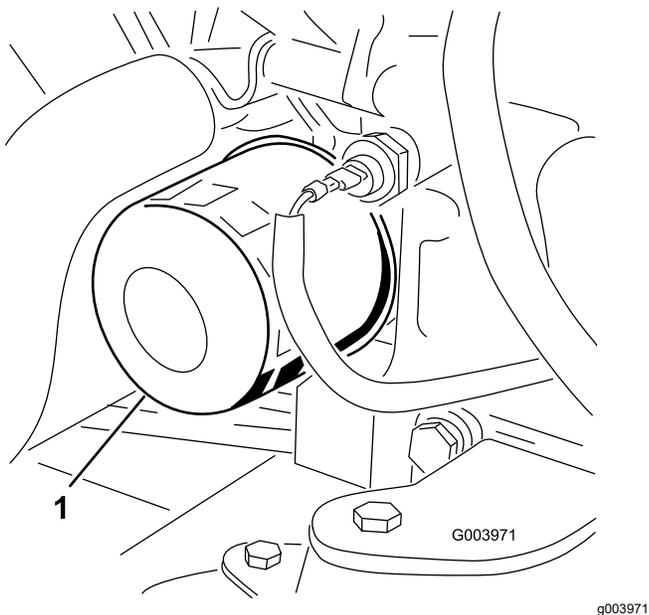

Рисунок 54
3. Снимите масляный фильтр (Рисунок 54).